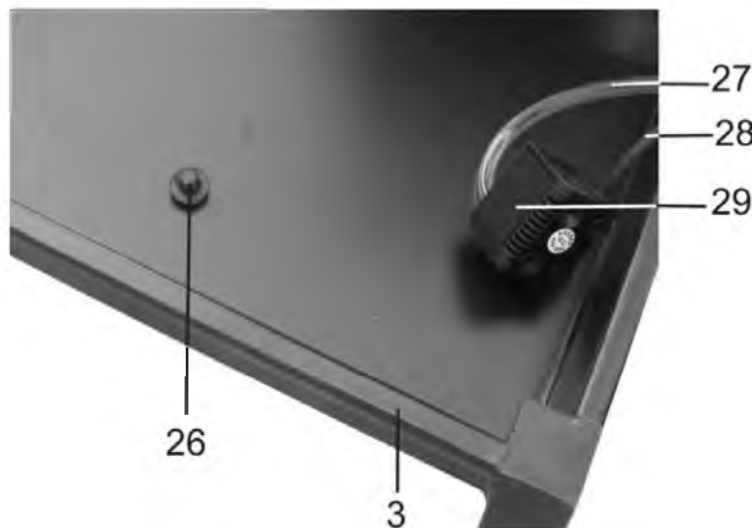

Рис. 9
11.2.1. В поддон (3) установите пробку (26). Надёжно закрепите насос (29) на корпусе поддона (3) с помощью четырёх присосок, вмонтированных в корпус насоса (3). Насос (29), электропровод питания (28) и шланг (27) не должны мешать выполнению работы, Рис.9. Заполните поддон (3) достаточным количеством воды так, чтобы заборная часть насоса (29) была полностью погружена в воду.